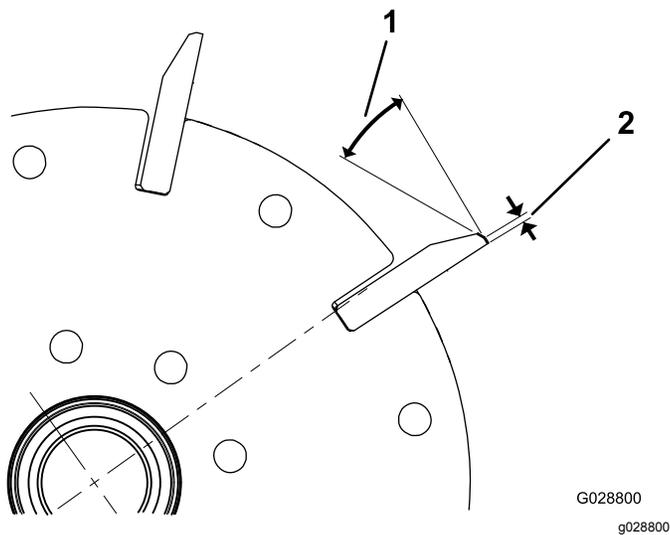

Figure 23
1. Créez un angle de dépouille de 30° sur toutes les lames de cylindre jusqu'à obtention d'une facette de 1,3 mm de largeur (Figure 23).